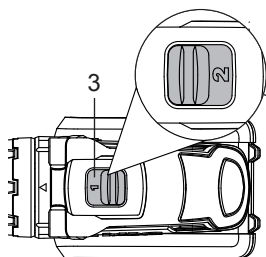

Fig. 13
Le train d'engrenage à 2 vitesses (4) permet de commuter entre les deux modes de fonctionnement. Lorsque l'engrenage est en position **1**, la vitesse de l'appareil diminue, tandis que la puissance et le couple augmentent. Lorsque l'engrenage est en position **2**, la vitesse de l'appareil augmente, tandis que la puissance et le couple diminuent (fig. 13).